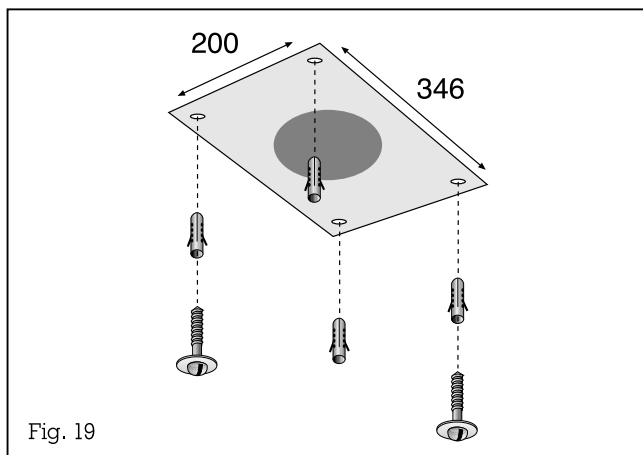

Fig. 19
2. Percez les 4 trous de 8 mm Ø pour les chevilles. Enfoncez les chevilles de façon qu'elles affleurent au plafond (fig. 19).